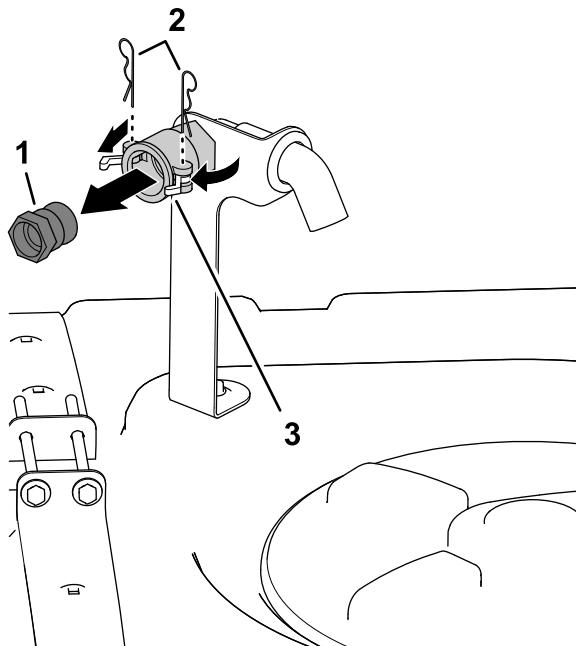

图 4
2. 旋开闩锁从快速断开耦合器解除快速断开接头的锁定 图 4。
3. 从快速断开耦合器取下快速断开接头 图 4。
4. 关闭闩锁将发卡销装入快速断开耦合器的法兰 图 4。
1. 在药缸盖的右前侧卸下用于固定防虹吸加水口插口快速断开耦合器闩锁的 2 个发卡销 图 4。